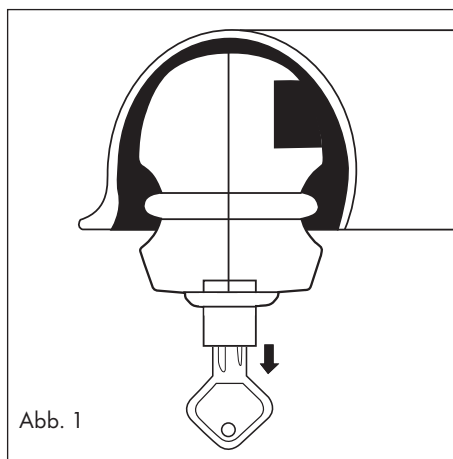

Abb. 1
3. Ziehen Sie den Schließzylinder aus der Anhängerdiebstahlsicherung (siehe Abb. 1).